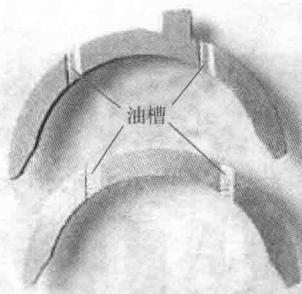

图 1-9 止推环装配方向识别标记
- 3) 半圆形止推环表面有合金层和油槽的一面直接与曲轴相接触，不能装反，如图 1-9 所示。